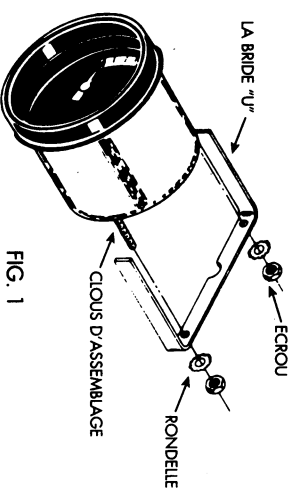

FIG. 1
2. Insérez la jauge dans les trous d'assemblage et installez la bride "U", les rondelles et les écrous comme il est indiqué sur la Fig. 1.
5. Insérez la jauge dans la bride de montage et installez la bride "U", les rondelles et les écrous comme sur la Fig. 1.